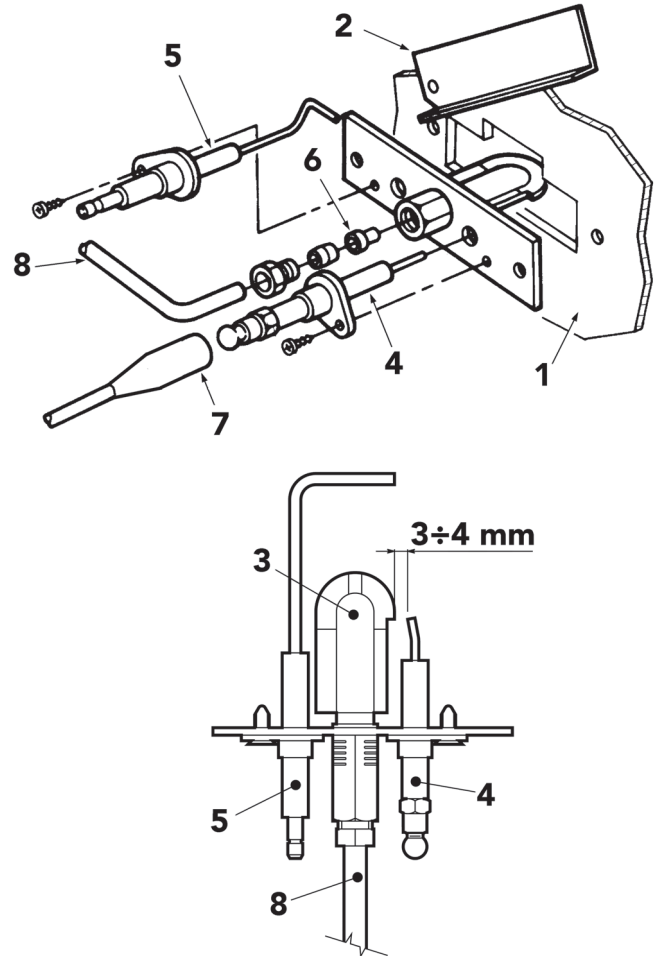

fig. 8 - Bruciatore pilota
- Gli elettrodi devono essere liberi da incrostazioni e correttamente posizionati (vedi fig. 8).
Non avviene la scarica tra gli elettrodi	Controllare che gli elettrodi siano correttamente posizionati, integri, senza incrostazioni e che la scintilla sia regolare (vedere fig. 8) Controllare i collegamenti elettrici agli elettrodi d'accensione e di ionizzazione